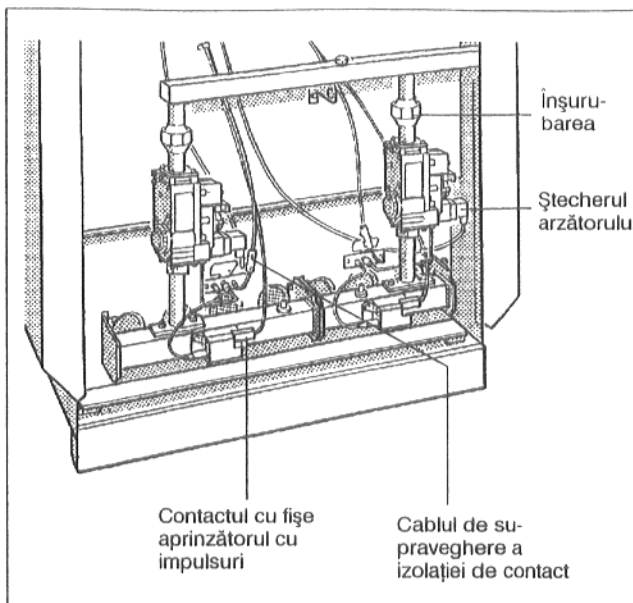

Fig. 39: Arzătorul de gaze cu armătură Honeywell VR 4601
- Se desfac șuruburile de la ștecherile arzătorului iar acesta se scoate din armături (Fig. 39).
- Se desfac contactele cu fișe de la aprinzătoarele cu impulsuri (Fig. 39).
- Se îndepărtează izolația de contact de la cablul de supraveghere (Fig. 39) și se desfac contactele cu fișe.
- Arzătorul se desprinde de la conducta de racord a gazului de la înșurubările prin armături (Fig. 39).